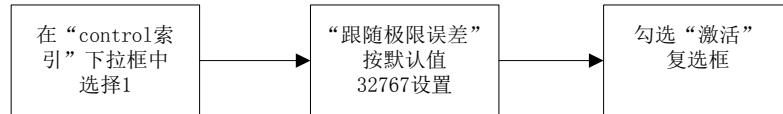

图 4-33 闭环模式下 control 配置流程
- (5) 切换至“control”页，如图 4-33 所示。